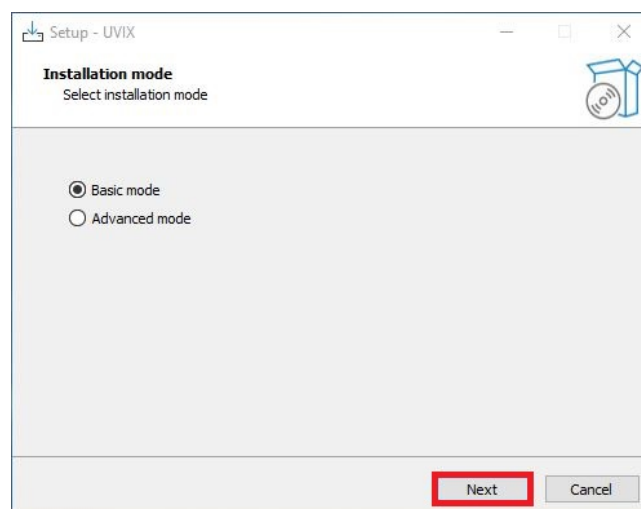

Figura 4.2: Selezione modalità
2. Selezionare la modalità "Basic" e cliccare su "Next", figura 4.2.